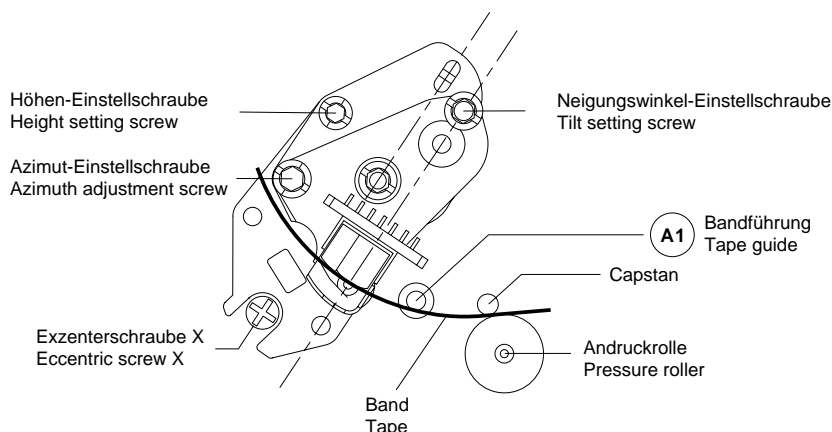

Fig. 25
- Mit der Schraube für den Neigungswinkel (Fig. 25) die Bandunterkante gut auf die Bandführung "A1" aufsetzen (das Band darf nicht an der Unterkante eingerollt sein).
- By means of the tilt angle adjusting screw (Fig. 25) move the tape until the lower edge just touches the tape guide "A1" (the lower edge of the tape must not bend).
- Mit der Höheneinstellschraube maximale Ausgangsspannung einstellen (Fig. 25).
- Mit der Azimuteinstellschraube auf maximale Ausgangsspannung einstellen (Fig. 25).
- Mit der Exzentrerschraube (Fig. 25) die FM-Hüllkurvenspannung  $U_{FMES}$  an Meßpunkt der Chassisplatte auf Maximum einstellen (DC-gekoppelt).
- Adjust for maximum output voltage with the height adjustment screw (Fig. 25).
- Adjust to maximum output voltage with the azimuth adjustment screw (Fig. 25).
- With the eccentric screw (Fig. 25) set the FM envelope voltage  $U_{FMES}$  at test point on the chassis panel to maximum (DC-coupled).